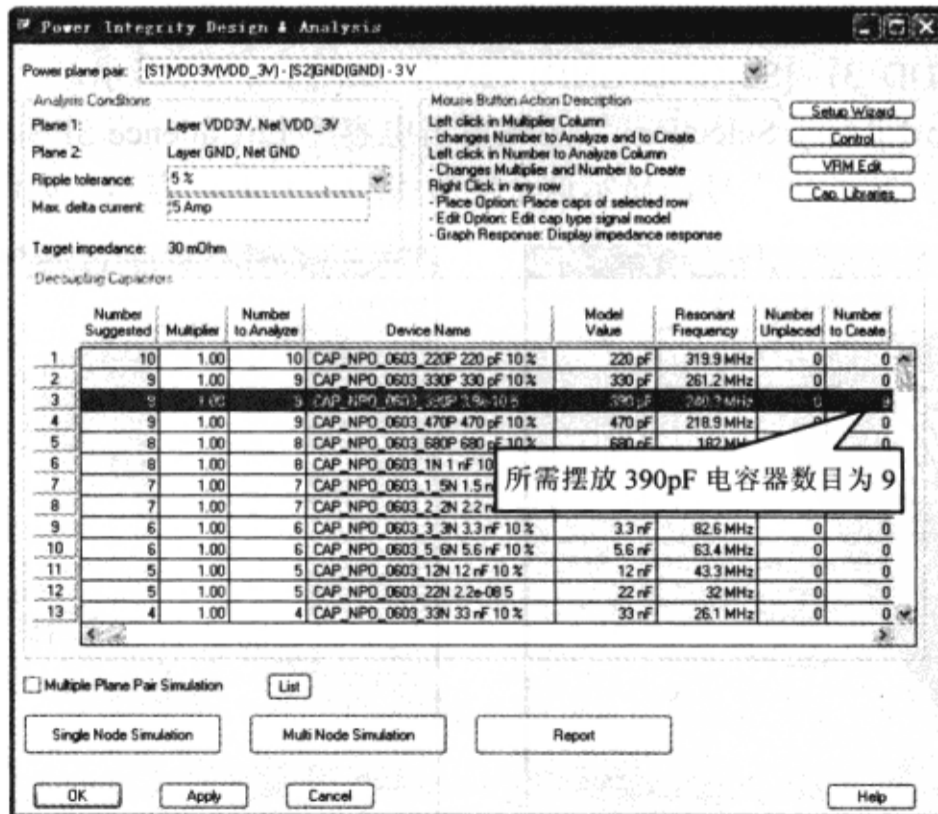

图 9-7-77 所需摆放电容器的数目
(8) 在“Power Integrity Setup Wizard-Library Setup”对话框中单击“OK”按钮，会再次显示“Power Integrity Design & Analysis”对话框，新电容器已经被添加到了对话框中的去耦电容器列表中，电源完整性工具计算得出满足目标阻抗所需摆放电容器的数目为 9（记住此时的有效波长值），如图 9-7-77 所示。